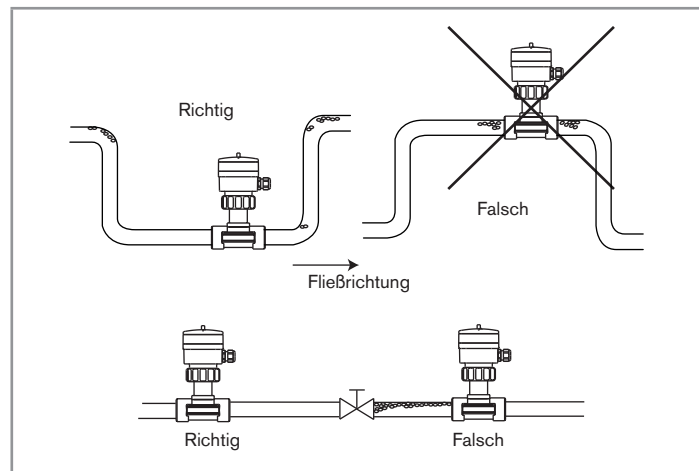
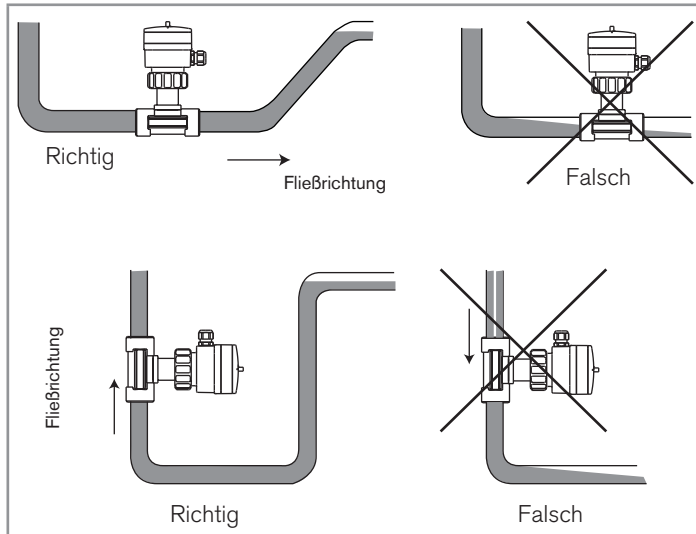

Bild 6: Zusätzliche Installationsempfehlungen
Bild 7: Zusätzliche Installationsempfehlungen
- Bei allen Messungsarten die folgenden zusätzlichen Montagebedingungen beachten, um eine korrekte Funktion des Messgeräts zu gewährleisten (Bild 6 und Bild 7), die Bildung von Luftblasen